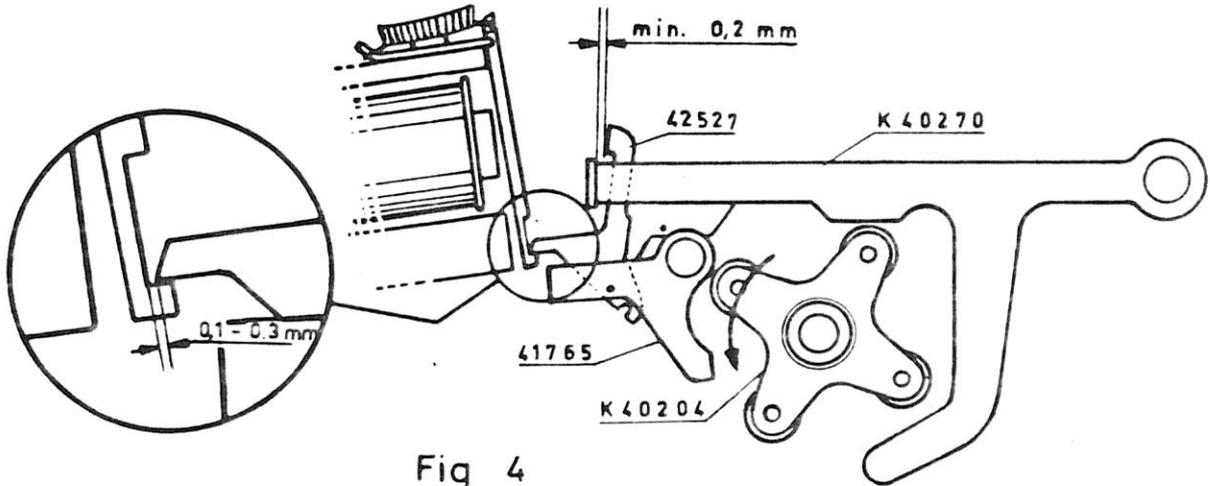

Fig 4
- 2.1.2 Wird die Hauptachse gedreht und die Steuerbrücke für die Kuppelklinken von der Rolle freigegeben, dann sollen die Kuppelklinken in dem Ausschnitt des Ankers aufliegen. In dieser Lage muß zwischen den Spitzen der Kuppelklinken und dem Grund des Ausschnittes in dem Anker ein Spiel von 0,1 - 0,3 mm vorhanden sein, wie Abb. 4 zeigt. Zu diesem Zeitpunkt müssen die oberen Arme der Kuppelklinken zu der Stanzbrücke K 40270 einen Abstand von mindestens 0,2 mm haben, um zu verhindern, daß nicht angesprochene Kuppelklinken von der Stanzbrücke mitgenommen werden, wenn diese sich für die Stanzung nach oben bewegt.